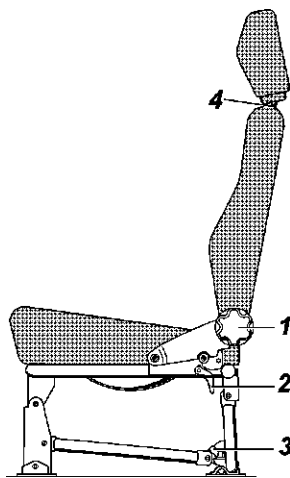

Рис. 3.16. Заднее трехместное сиденье:
Заднее трехместное сиденье (рис. 3.16) может быть разложено для организации спального места или сложено для увеличения объема грузового помещения.
-вращением ручек 1 (рис. 3.16) наклоните спинки заднего трехместного сиденья назад до упора;
-вращением ручек 1 (рис. 3.16) наклоните спинки заднего сиденья вперед до упора;